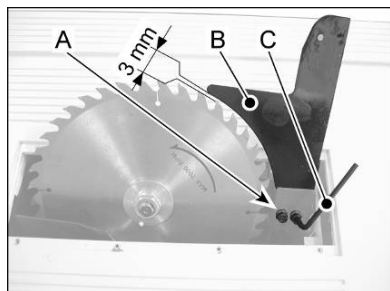

Fig 11
Monter le couteau diviseur (B, Fig 11) avec 2 vis à six pans creux (A). Bloquer celles-ci avec la clé pour vis à six pans creux (C) livrée.